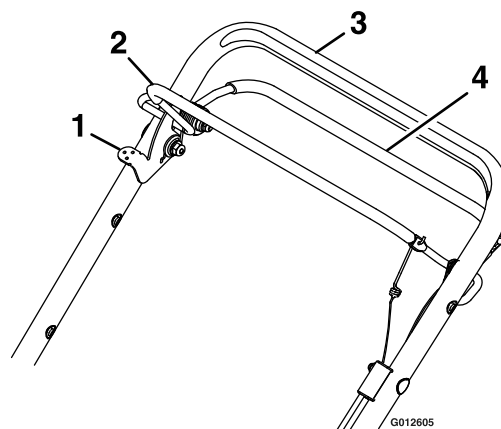

Figure 4
Située sur la moitié supérieure du guidon, comme illustré à la Figure 4.
Le levier de blocage de la commande de lame est situé sur le côté droit du guidon, près de la barre de commande de la lame, comme illustré à la Figure 4.
2. Serrez la barre de commande d'autopropulsion contre le guidon (voir Figure 4).